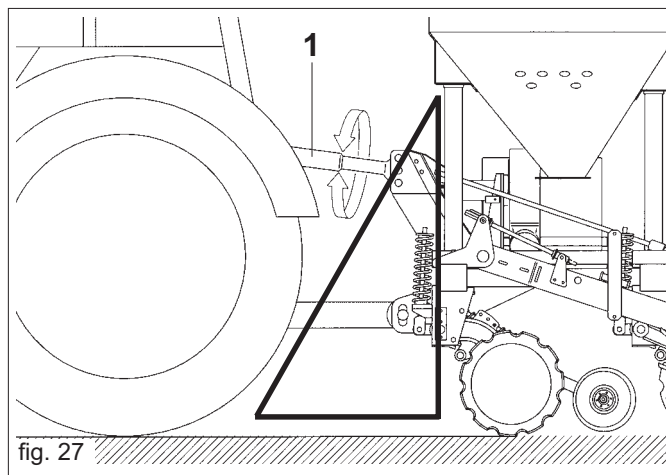

fig. 27
- lungimea brațului la al treilea punct de prindere, în cazul unei mașini purtate (1, Fig. 27);